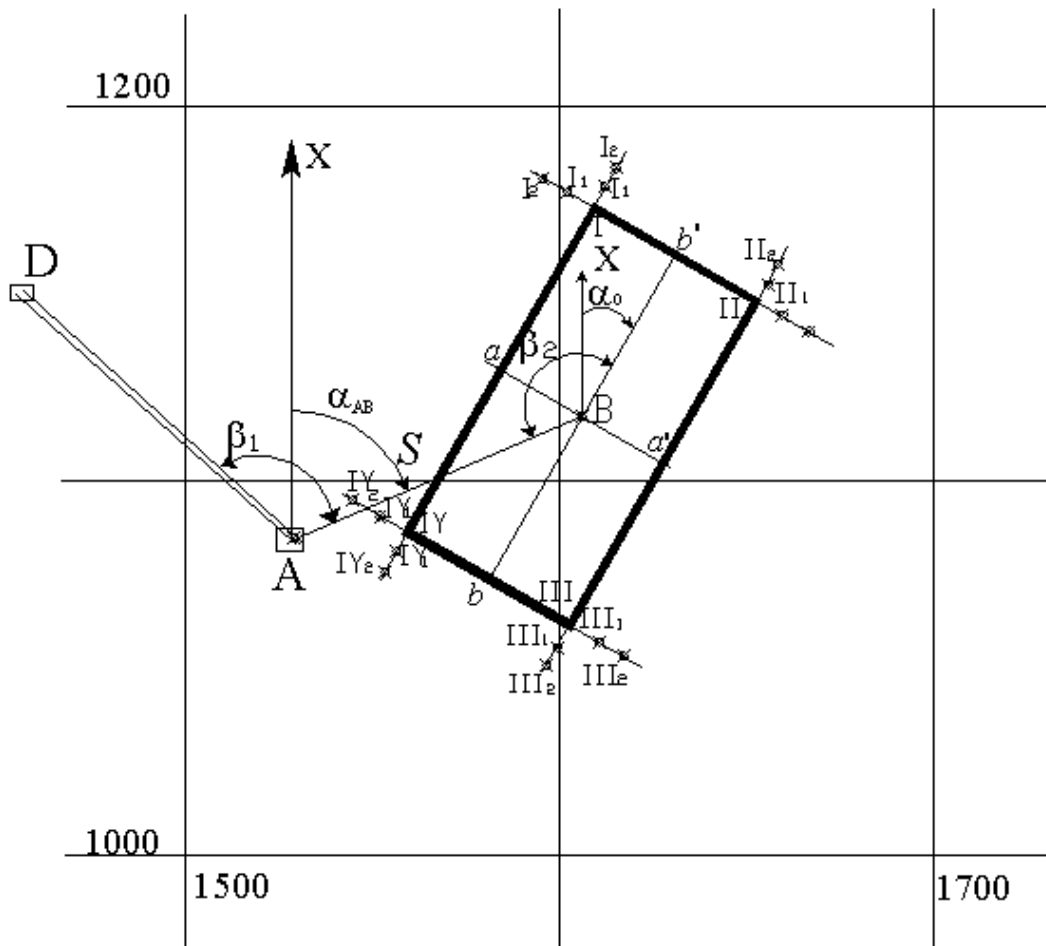

Рисунок 1. Пояснительная схема к проекту разбивки здания на промышленной площадке карьера.
4) Для переноса в натуру центра ( $B$ ) здания устанавливают теодолит в точке  $A$  и от направления  $AD$  откладывают угол  $\beta_1$  затем по направлению  $AB$  стальной рулеткой откладывают горизонтальное проложение  $S$  и фиксируют на промышленной площадке точку  $B$ . (рис.1).
6) Разбивка в натуре углов здания (**I, II, III, IV**) производится от осей здания. Устанавливают теодолит в точке " $a$ ", визируют на точку  $B$  откладывают угол  $90^0$  и половину продольного размера здания и закрепляют на площадке точку **I**. Затем откладывают угол  $90^0$  в противоположную сторону и половину продольного размера здания и фиксируют в натуре точку **II**. Аналогичным образом закрепляют на промышленной площадке углы здания **III** и **IV**. Контроль разбивки здания осуществляется по створности линий **I**-" $a$ "-**IV** и **II**-" $a'$ "-**III** (см. рисунок 1). При этом отклонение от створа не должно превышать  $\pm 5$  мм.
7) Закрепление строительных осей стен здания производится методом створной выноски. Каждая из четырех осей здания закрепляется 4 пунктами - по 2 пункта с каждой стороны (см. рисунок 1).